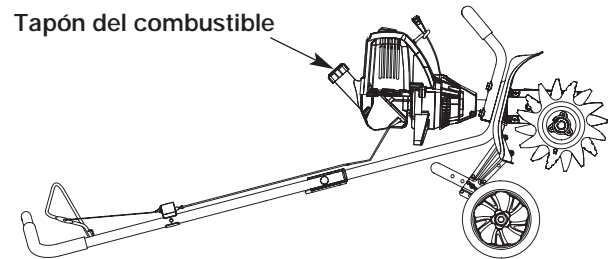

Fig. 9
**NOTA:** Llene o añada combustible al tanque únicamente cuando el cultivador esté en posición horizontal (Fig. 9).